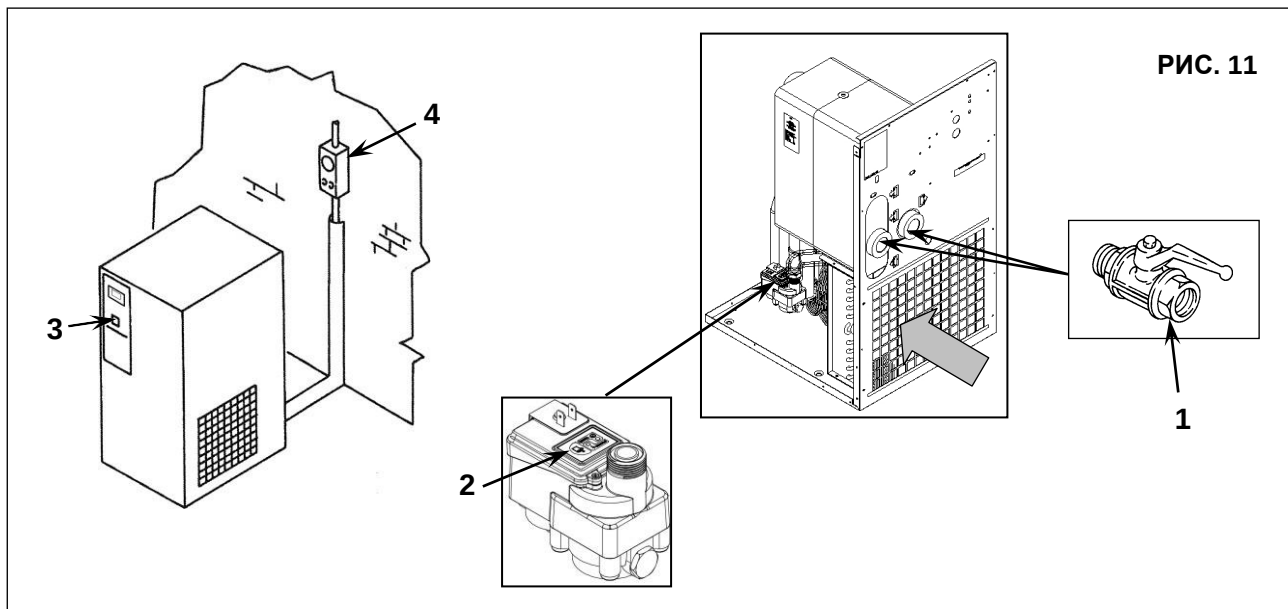

РИС. 11
- Закройте краны, поз. 1, рис. 11
- Сбросьте давление в осушителе, нажав кнопку слива конденсата “TEST”, расположенную на паротделителе, поз. 1, рис. 11
- Привести выключатель в положение «0», поз. 3 рис. 11
- Отключить питание с помощью рубильника, поз. 4 рис. 11.